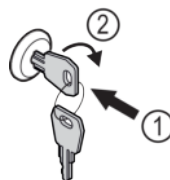

Fig. 102
- Schlüssel hineindrücken Fig. 102 (1).
- Schlüssel um 90° im Uhrzeigersinn drehen Fig. 102 (2).